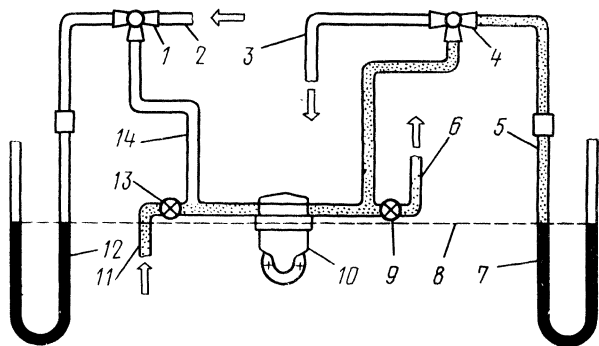

Рис. 39. Схема прибора для проверки топливных насосов:
**Второй способ.** Проверка насоса производится на специальном приборе (рис. 39). Прибор должен обеспечить высоту всасывания и нагнетания 450—50 мм. При проверке на этом приборе топливный насос должен удовлетворять следующим требованиям: